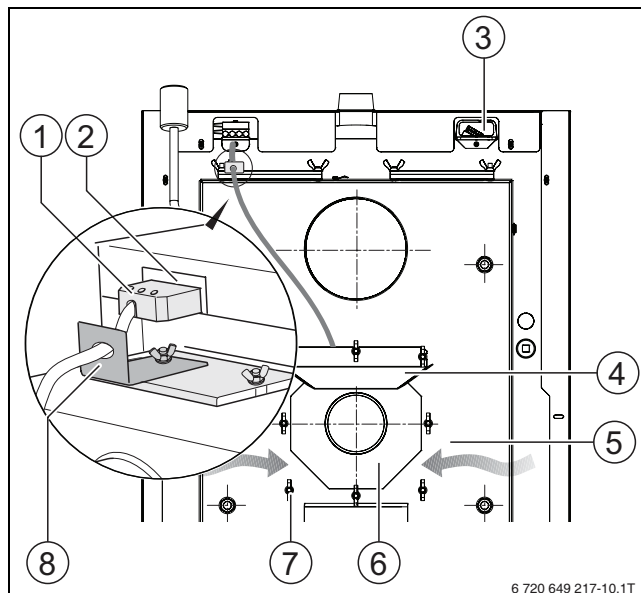

Fig. 29 Instalarea suflantei pentru gaze arse
Suflanta pentru gaze arse (→ Fig. 29, [6], pagina 29) se află în partea din spate a cazanului pe peretele din spate al colectorului de gaze arse (→ Fig. 29, [5], pagina 29) și este fixată cu piulițe fluture (→ Fig. 29, [7], pagina 29).
- ▶ Scoateți ștecărul de racordare a suflantei (→ Fig. 29, [2]) din soclu (→ Fig. 29, [1]).
- ▶ Desprindeți suportul pentru cablu (→ Fig. 29, [8]) de pe gura de vizitare pentru verificare.
- ▶ Desprindeți piulițele fluture (→ Fig. 29, [7]) și tabla de protecție (→ Fig. 29, [4]).